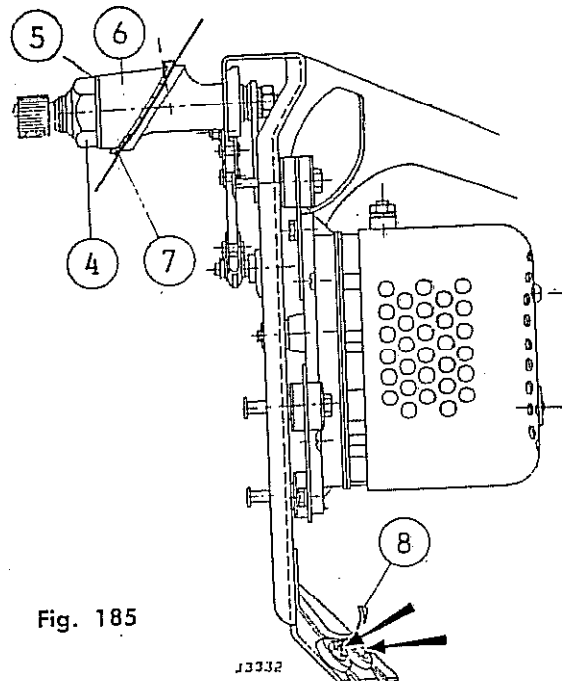

Fig. 185
- 3) Desconectar los cables de alimentación del motor y aflojar las tuercas indicadas por las flechas (Fig. 185).
- 4) Abrir la grapa de sujeción del cable de alimentación (8).
- 5) Quitar de los extremos de los ejes de mando la tuerca (4), la arandela (5), el separador (6) y la arandela de junta (7). Luego de realizar esta operación retirar el conjunto por debajo del panel de instrumentos.
Montaje: Para el montaje del limpiaparabrisas, se debe invertir el orden de las operaciones, teniendo especial cuidado en la correcta instalación de la arandela-junta (7, Fig. 185) para evitar entrada de agua al interior del vehículo.